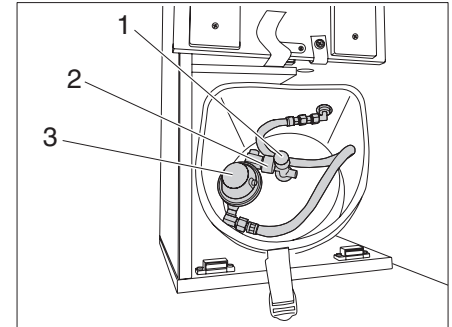

Bild 60 Anschluss Gasflasche
- ▶ Haupt-Absperrventil (Bild 60,1) an der Gasflasche schließen. Pfeilrichtung beachten.
- ▶ Gasdruckregler (Bild 60,3) festhalten und Rändelmutter (Bild 60,2) öffnen (Linksgewinde).
- ▶ Gasdruckregler (Bild 60,3) mit Gasschlauch an die Gasflasche ansetzen und Rändelmutter (Bild 60,2) von Hand fest zudrehen (Linksgewinde).